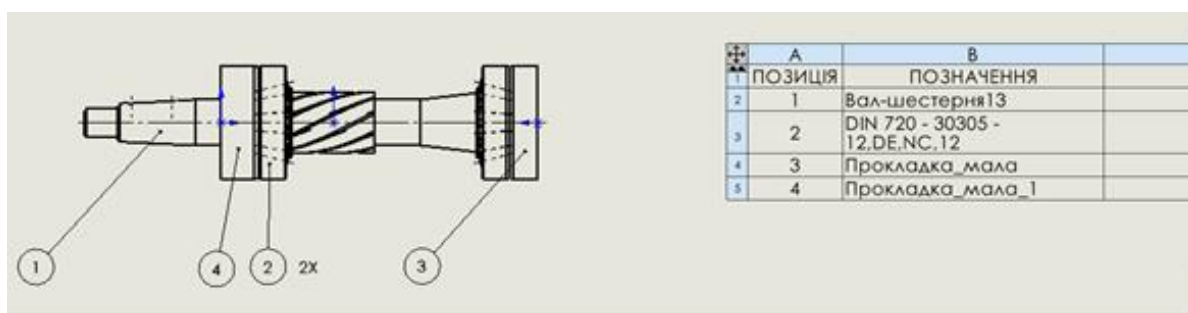

Рисунок 4.10 – Розставлення позицій
2. У випадку використання команди **Позиція** необхідно натиснути на компонент у виді на кресленика. Після цього позиція буде закріплена за компонентом (рис. 4.10).